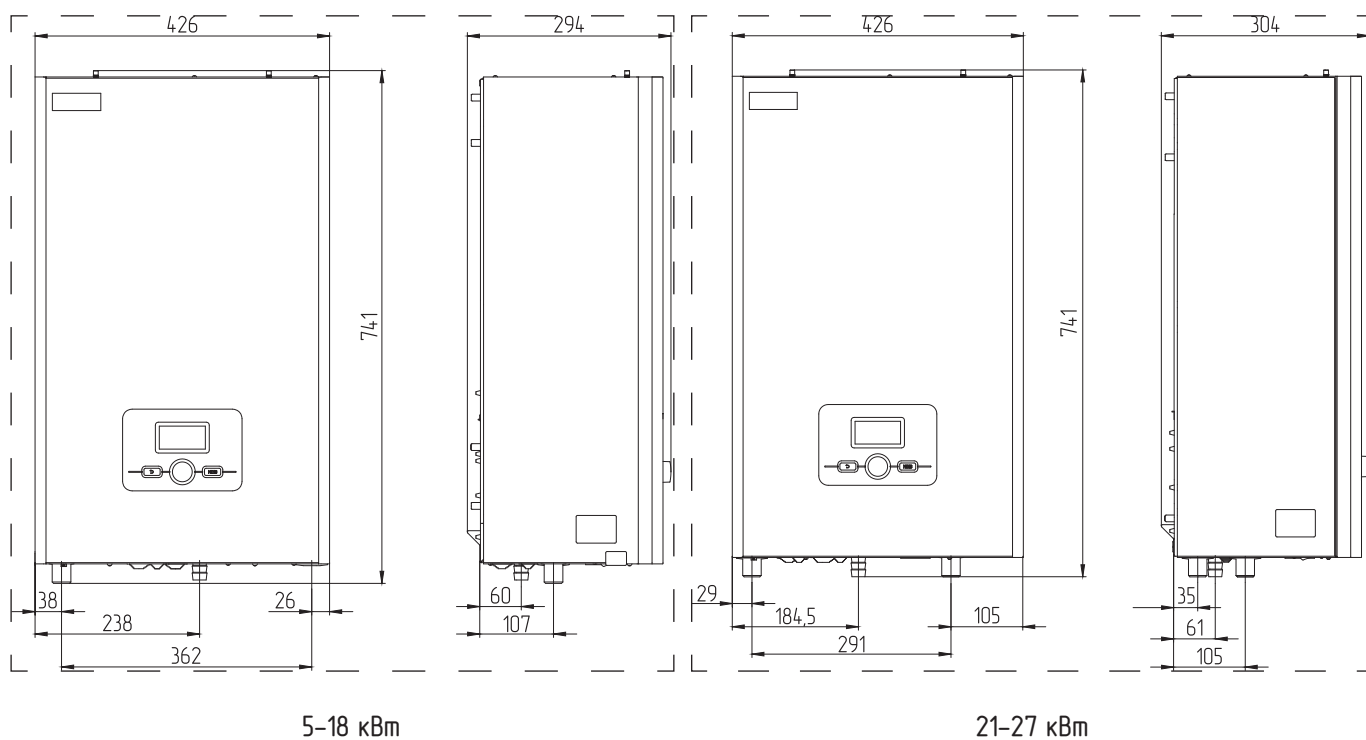

Рис.9 Габаритные размеры котла STOUT STATUS
- подсоединить котел к системе отопления. Габаритные и присоединительные размеры котлов указаны на **Рис.9**;